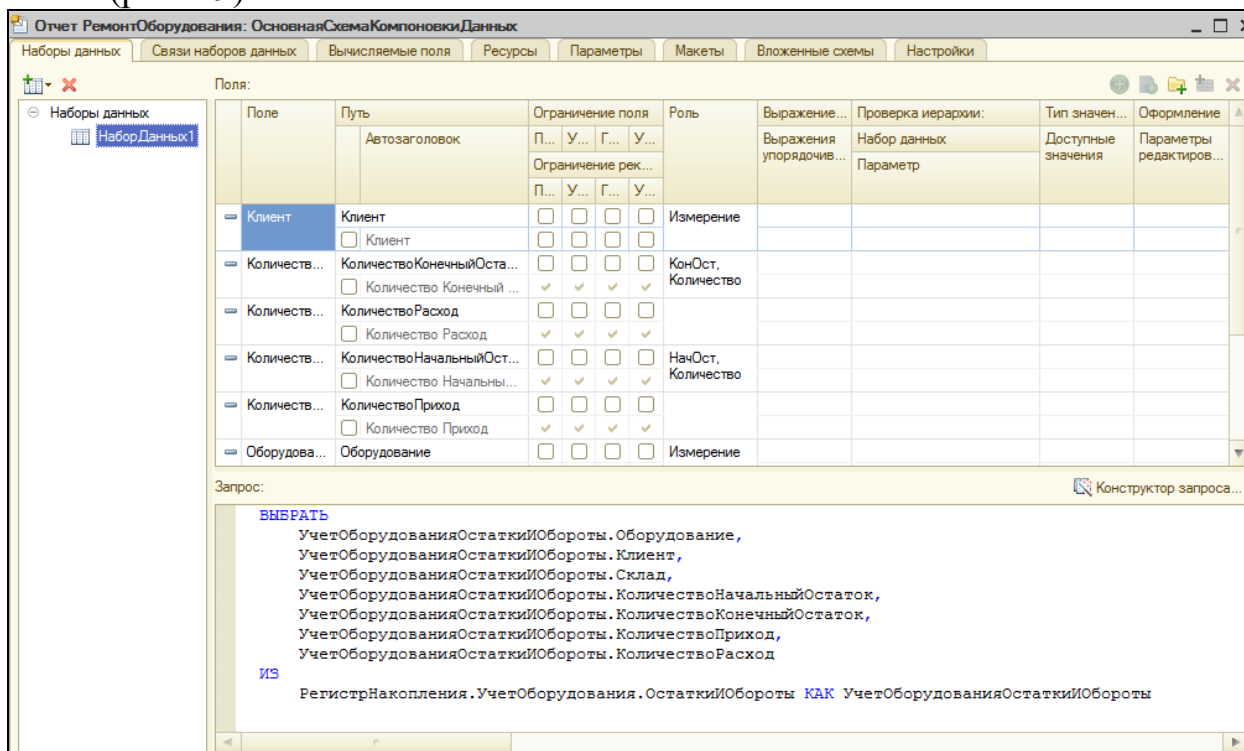

Рис. 29. Схема компоновки данных Отчета
9. Сформировался текст запроса и заполнились поля Схемы компоновки данных (рис. 29).